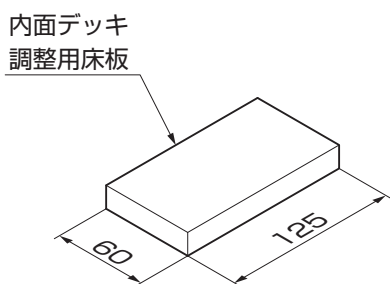

図4-2 内面デッキ調整用床板の加工
- ①内面デッキ調整用床板を図4-2の指定寸法に加工してください。
- ②加工した内面デッキ調整用床板に調整用根太を「φ4×16ナベタッピンネジ1種」で取付けてください。
- ③調整用根太部品を入隅用コーナー柱の外面デッキに「φ4×16ナベタッピンネジ1種」で取付けてください。